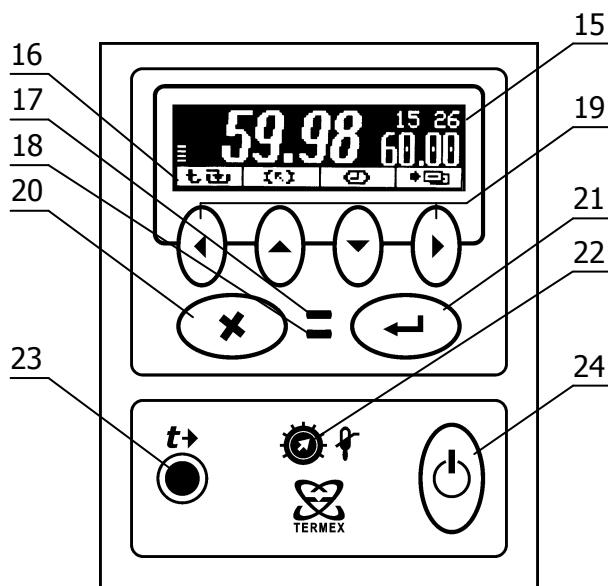

Рисунок 2 – Лицевая панель
Система безопасности блока регулирования отключает двигатель насоса и нагреватель при срабатывании хотя бы одной из защит или неисправности управляющего датчика (1.2.13). При срабатывании системы безопасности раздается звуковой сигнал, загорается индикатор 17 (рисунок 2) и на дисплей 15 выводится информация о причине неисправности.
2.3.1 После подключения сетевого кабеля к электрической сети блок регулирования переходит в режим ожидания. Подключение сопровождается кратковременной подсветкой дисплея 15 (рисунок 2).
2.3.6 Для регулировки яркости подсветки или контраста дисплея нажать кнопку 20 (X), выбрать изменяемый параметр кнопками (▲) и (▼) и установить его значение кнопками (◀) и (▶). Зафиксировать изменение нажатием кнопки 21 (↔) (рисунок 2).
2.5.6 Для выбора уставки в качестве текущей кнопками ( $\blacktriangle$ ) и ( $\blacktriangledown$ ) подвести к ней указатель. Значение отмеченной указателем уставки дублируется крупными цифрами в правой части дисплея. Для подтверждения выбора отмеченной уставки нажать кнопку 21 ( $\leftarrow$ ). Для отмены выбора нажать кнопку 20 ( $\times$ ) (рисунок 2).
2.5.7 Для изменения численного значения отмеченной указателем уставки нажать кнопку ( $\blacktriangleright$ ). На рамке, обрамляющей значение уставки в правой части дисплея, появятся “засечки”, указывающие на изменяемую позицию в численном значении. Цифра в отмеченной позиции мигает. Нажатиями кнопок ( $\blacktriangle$ ) и ( $\blacktriangledown$ ) установить требуемую цифру в отмеченной позиции. Если удерживать кнопку нажатой, значение уставки будет изменяться непрерывно. Нажатиями кнопок ( $\blacktriangleleft$ ) и ( $\blacktriangleright$ ) переместить отметку изменяемой позиции. Дискретность изменения значения уставки зависит от положения изменяемой позиции: если отмечена позиция десятков, то при единичном нажатии кнопки ( $\blacktriangle$ ) или ( $\blacktriangledown$ ) значение уставки изменится на  $10^{\circ}\text{C}$ . Если отмечена позиция десятых долей, то значение уставки изменится на  $0.1^{\circ}\text{C}$  соответственно. Закончить ввод нового значения уставки нажатием кнопки 21 ( $\leftarrow$ ). Для возврата к значению уставки до ее изменения нажать кнопку 20 ( $\times$ ) (рисунок 2).
2.6.3 При срабатывании защиты раздается звуковой сигнал и загорается красный индикатор срабатывания системы безопасности 17 (рисунок 2). Работа насоса и нагревателя будет блокирована. На дисплее отобразится текущее состояние системы защиты.
2.6.5 После устранения причины срабатывания защиты или ее отключения кнопкой ( $\blacktriangleright$ ) индикатор 17 (рисунок 2) погаснет. Перевести блок регулирования в рабочий режим нажатием кнопки 21 ( $\leftarrow$ ).